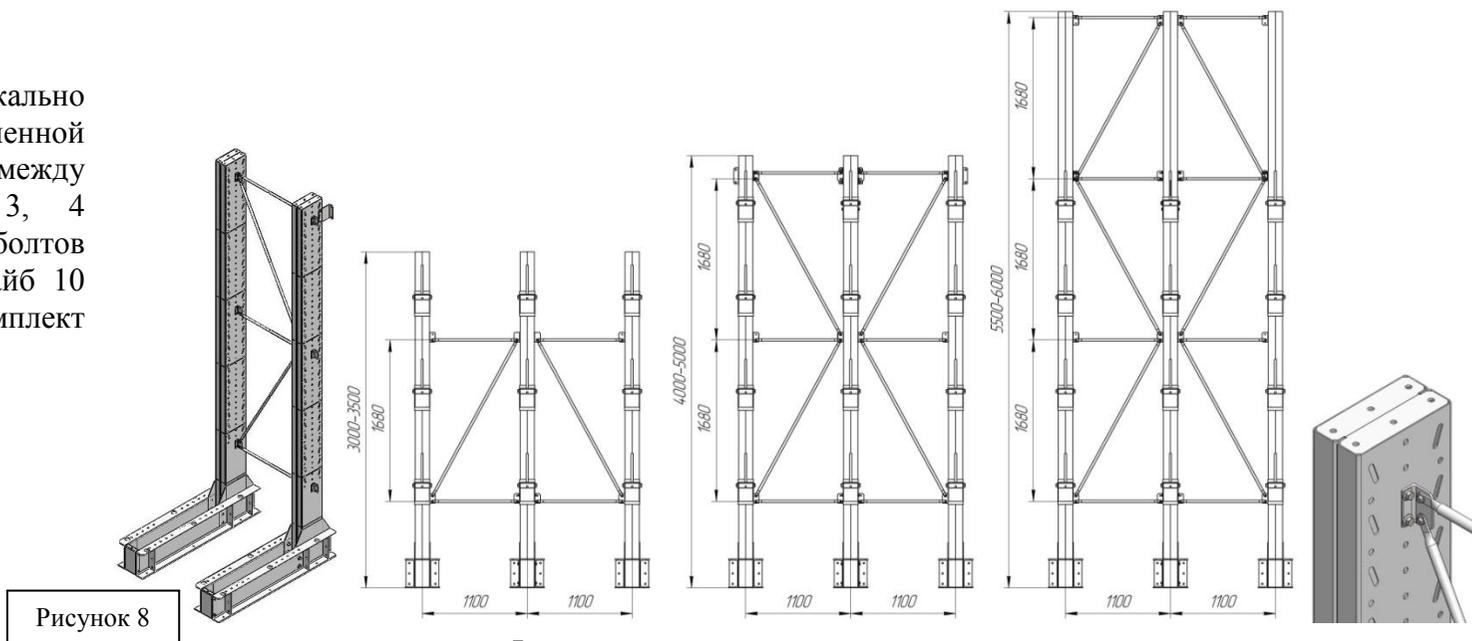

Рисунок 8
7. Установить стойки вертикально на заранее подготовленной площадке, соединить между собой ребрами поз. 3, 4 (таблица 1) при помощи болтов M10×40, гайк M10 и шайб 10 входящих в комплект (рисунок 8).